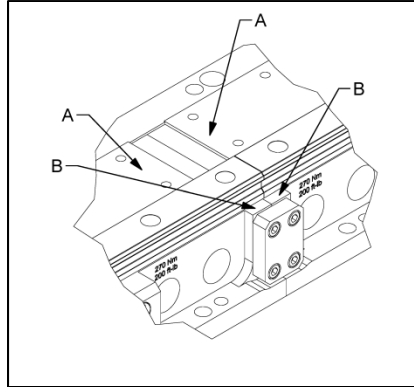

Figure 6
9. Fixez un comparateur à cadran avec une base magnétique à l'une des glissières linéaires et vérifiez l'alignement des deux points « A », et des deux points « B » comme en . sur la Figure 6. Les points « A » doivent être à moins de 0,001 pouce l'un de l'autre, et les points « B » doivent aussi être à moins de 0,001 pouce l'un de l'autre. Sinon, répétez les étapes 2 à 8.
9. Fixez un comparateur à cadran avec une base magnétique à l'une des glissières linéaires et vérifiez l'alignement des deux points « A », et des deux points « B » comme sur la Figure 6. Les points « A » doivent être à moins de 0,001 pouce l'un de l'autre, et les points « B » doivent aussi être à moins de 0,001 pouce l'un de l'autre. Sinon, répétez les étapes 10 à 15.